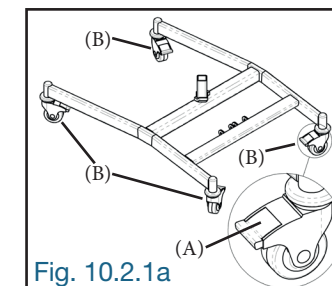

Fig. 10.2.1a
Chacune des quatre roues possède un frein (A). Assurez-vous que le frein des quatre roues (B) soient bien verrouillés lorsque le produit est utilisé, ajusté ou rangé (Fig. 10.2.1a).